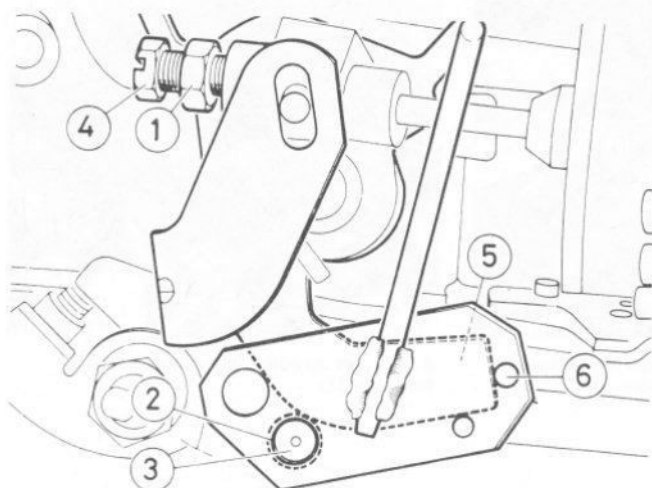

Fig. 13.35 Réglage de l'OVAD - carburateur Weber 36 TLC (Sec 8)
25 Consulter la Fig. 13.35 et monter l'outil comme illustré; desserrer ensuite le contre-écrou (1) et faire tourner la vis (4) pour que l'extrémité de la came (5) touche le doigt (6).